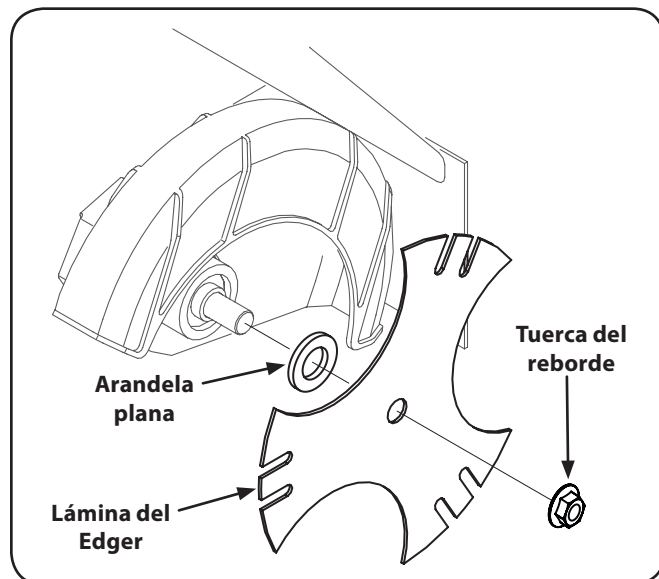

Figure 6-1
1. Use dos llaves (una para impedir que la cabeza del perno hexagonal gire loca y la otra para desenroscar la tuerca de brida) para extraer la cuchilla de la bordeadora. Consulte la Fig. 6-1.